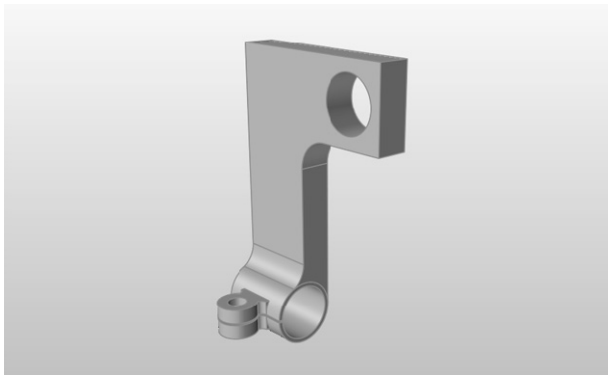

图 12-25
1) 选择建模窗口中的 L 形托架，然后按〈I〉键使其单独显示，如图 12-25 所示。